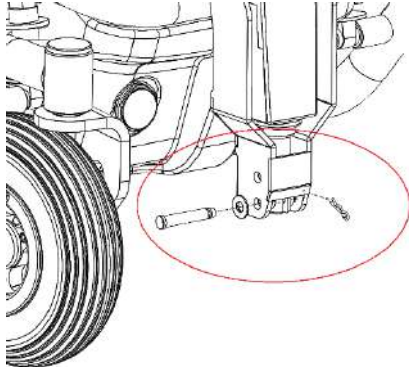

Figura 5-87
- En caso de desear un ángulo de asiento de 5º, retire la clavija en la parte inferior del actuador y cámbiela desde el orificio inferior (Figura 5-87) e insértelo en el superior.